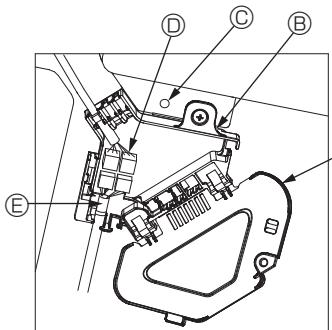
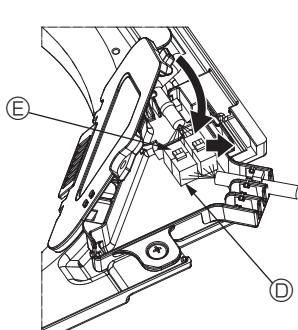

Fig. 10-8
Fig. 10-9
- ① Retire el tornillo que sujetla la cubierta de la caja de conexión, y luego abra la cubierta.
- ② Conecte firmemente el conector del cable de enlace del motor de los deflectores y el conector del cable de dicho motor en la caja de conexión. (Fig. 10-8)
- ③ Encuentará dos conectores del motor de los deflectores: un conector azul y un conector naranja. Cuando conecte los conectores, asegúrese de que los colores coincidan.
- ④ Cierre la cubierta de la caja de conexión.
- Al cerrar la cubierta de la caja de conexión, deslice la cubierta en la dirección indicada por la flecha y compruebe que el resalte haya quedado firmemente insertado. (Fig. 10-9)